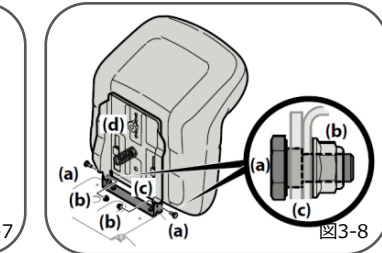

図3-8
4. ブラケットを取り付ける穴に、シートアセンブリを置いてください。(図3-8参照)
5. 2本のボルト(a)を取り付け、ナット(b)で締めてください。(図3-8参照)